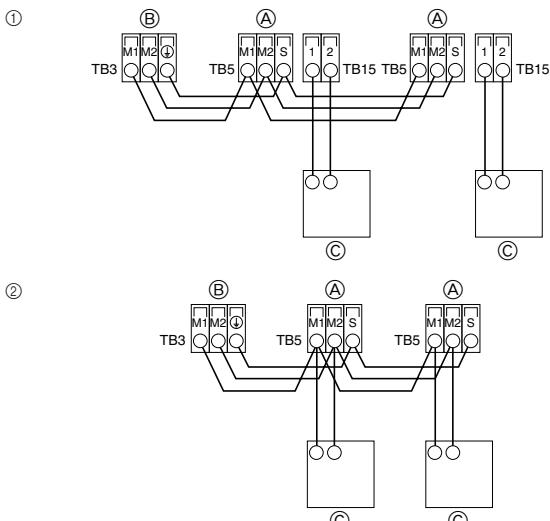

Fig. 4-2
4.2. Подсоединение пульта дистанционного управления, кабелей передачи внутри и снаружи (Fig. 4-2)
- ① Пульт дистанционного управления "MA"
- ② Пульт дистанционного управления "M-NET"